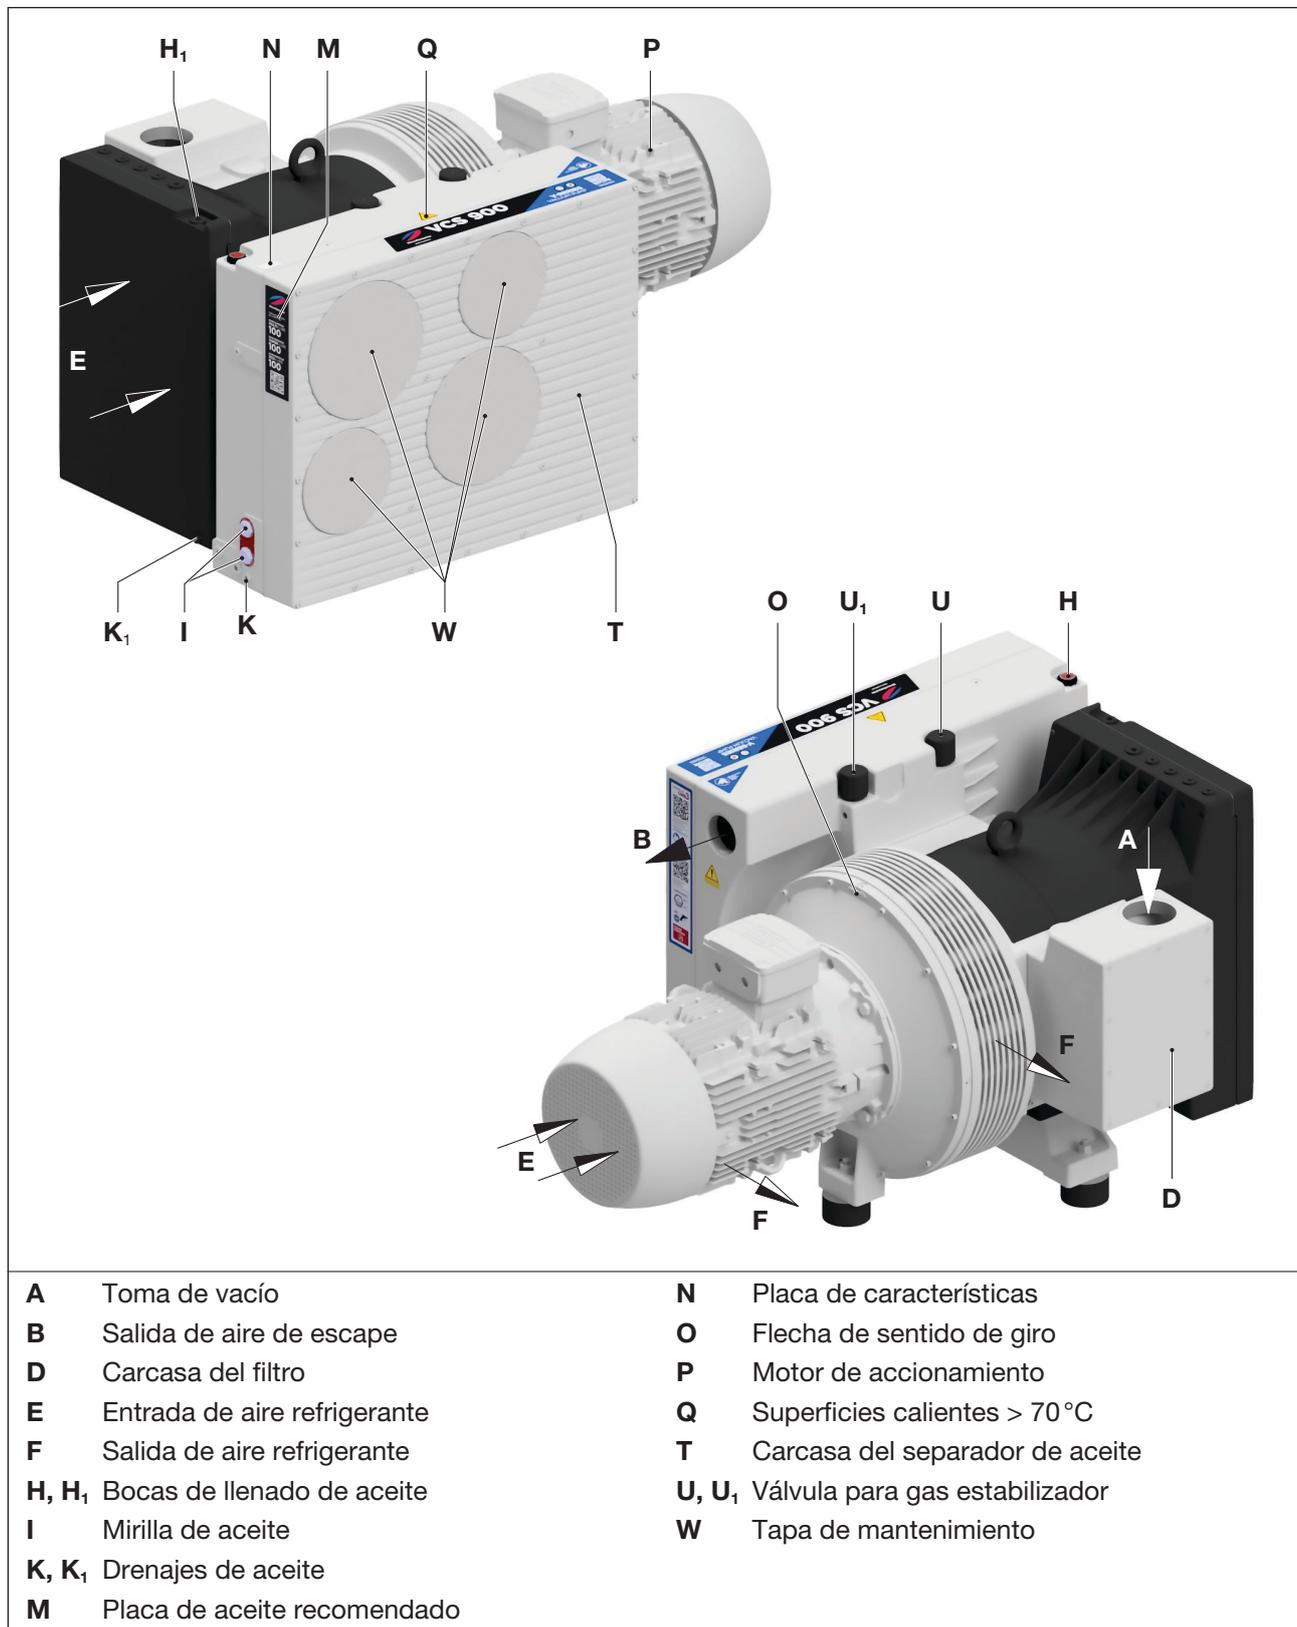

Fig. 2 Bomba de vacío V-VCS 400–900
- La carcasa del filtro (Fig. 2/D), las bocas de llenado de aceite (Fig. 2/H, H₁), la mirilla de aceite (Fig. 2/I), el drenaje de aceite (Fig. 2/K, K₁), la válvula para gas estabilizador (Fig. 2/U) y la carcasa del separador de aceite (Fig. 2/T) deben ser fácilmente accesibles.
La conexión de vacío (Fig. 2/A) se encuentra en la carcasa de aspiración (Fig. 2/D).
- a) Retirar los tapones ciegos de la conexión de aspiración (Fig. 2/A) y de la salida del aire de escape (Fig. 2/B).
- b) Conectar la tubería a la conexión de vacío (Fig. 2/A).
- c) El aire aspirado puede expulsarse por la salida del aire de escape (Fig. 2/B) o a través del tubo flexible o la tubería.
- a) Comprobar el nivel de aceite lubricante a través de la mirilla del aceite (Fig. 2/I) y, en caso necesario, añadir más.